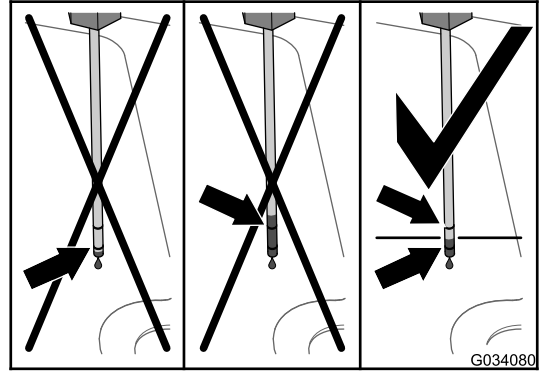

図 79
4. ディップスティックを抜いて油量を点検する 図 79。
5. オイルレベルがディップスティックの最低マークより低い場合は、所定の油圧オイルを補給口 図 80 から補給する。規定範囲の中間部分までオイルを入れるようにする 図 79。
6. 補給管から所定の油圧オイルを入れる 図 80。トランスアクスルハウジング油圧オイルケース内部のオイル量がディップスティックで測ったときに適正範囲の中間位置になるまで入れる 図 79。